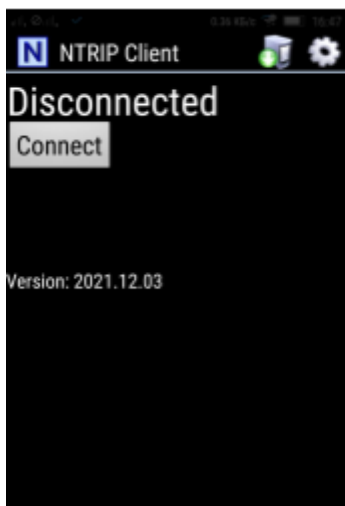
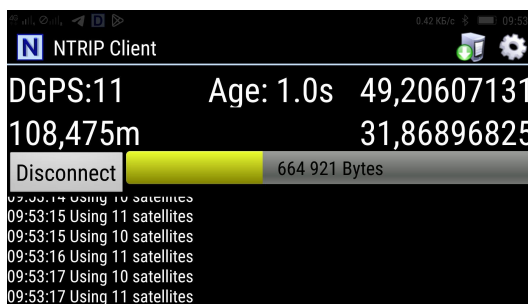

Рисунок 4
Рисунок 8
11) запустити на планшеті програму NTRIP Client (далі за текстом – програма), для чого торкнутися на головному екрані планшета піктограми . Відкриється головне вікно програми (Рисунок 4);
15) повернутися до головного вікна програми (Рисунок 4) і торкнутися кнопки «**Connect**» програми. У вікні програми спостерігати процес підключення до приймача (Рисунок 8).
2.3.4 Для завершення роботи програми торкнутися кнопки «**Disconnect**» (рисунок 8) та закрити програму.